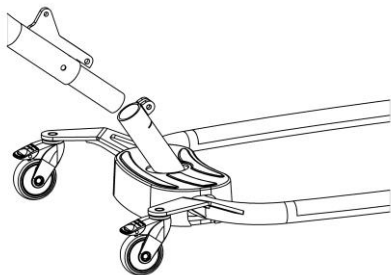

Fig. 1.6B
2. Monter masten/løftearm med bendelen og fastspænd delene med håndskruen (Fig 1.6B + 1.6C)